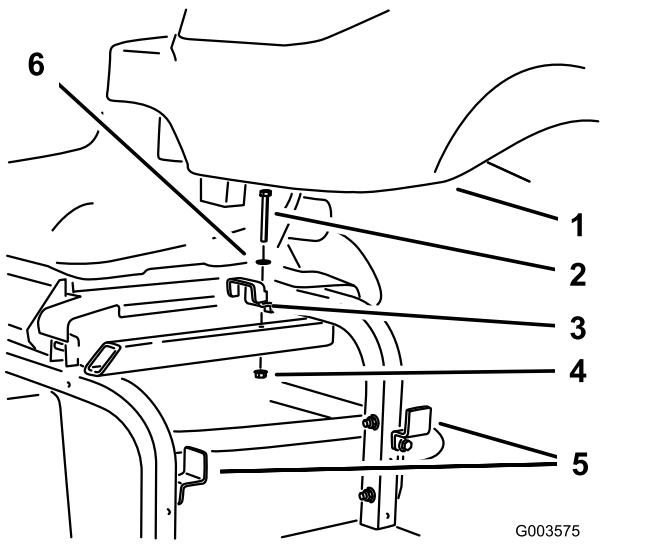

Figura 23
2. Instale el depósito hidráulico en el bastidor y sujételo con los 3 soportes que retiró y aflojó anteriormente (Figura 23).